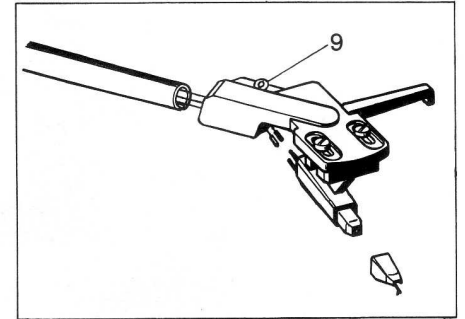

Fig. 6
- Innensechskantschraube **9** lösen und Tonkopf nach vorne abziehen (Fig. 6). Tonabnehmer durch Lösen der zwei Befestigungsschrauben abnehmen.
Das Einsetzen der Abtastnadel erfolgt in umgekehrter Weise (Fig. 6).